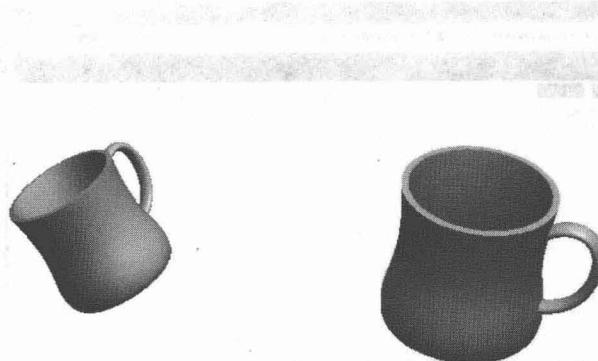

图 1-7
(3) 单击【窗口】→【L1.PRT】，打开模型工作窗口，看看模型是否发生了变化。结果如图 1-7 所示，很明显缸子的壁变厚了。